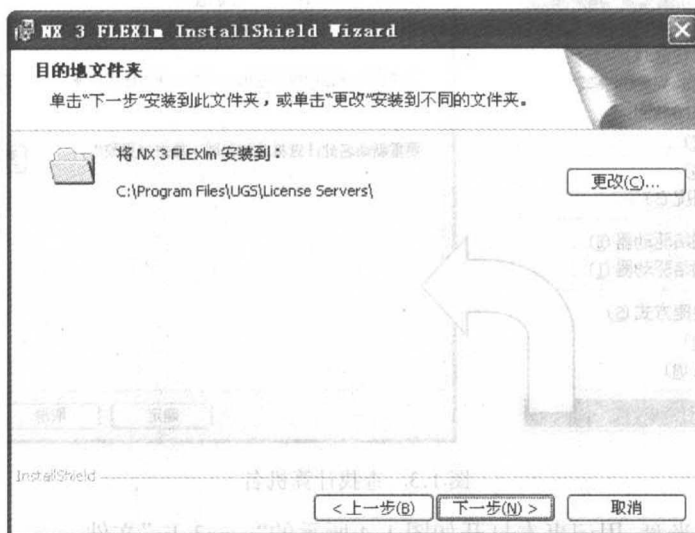
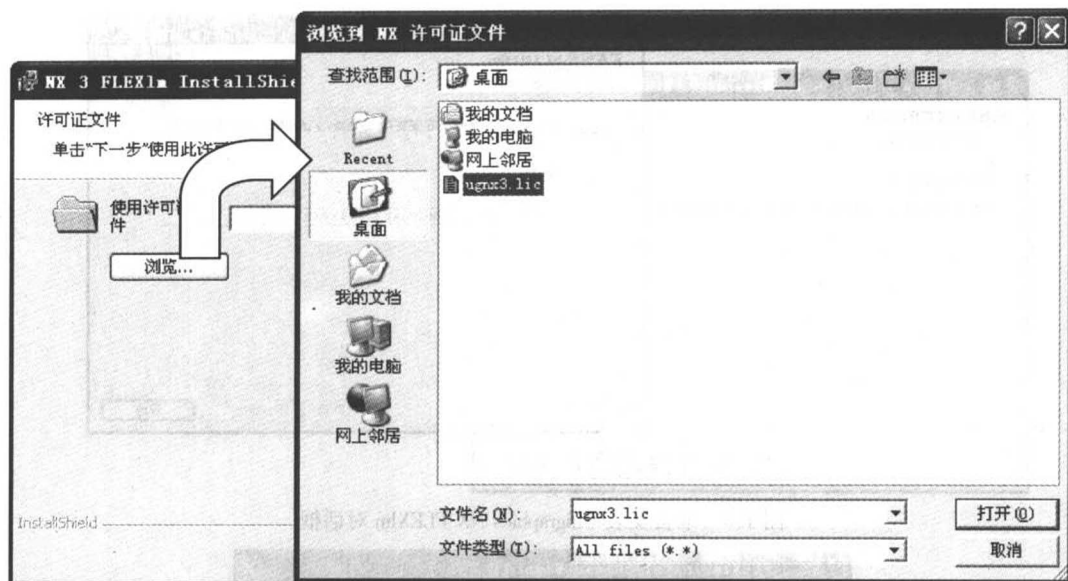
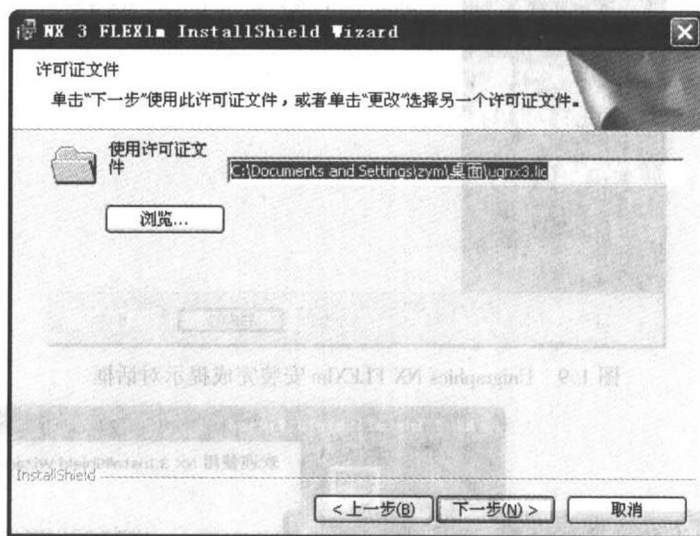
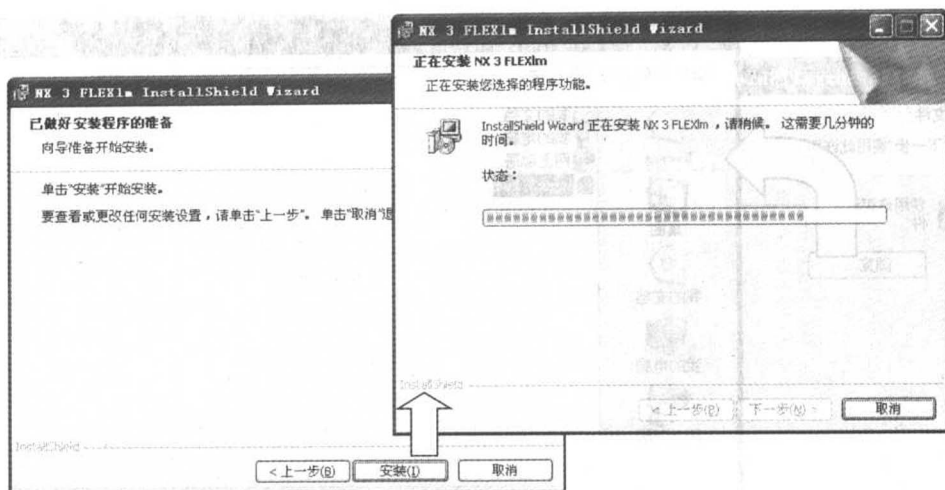

图 1.5 “NX 3 FLEXlm InstallShield Wizard”对话框
图 1.6 查找 NX 许可证文件
图 1.7 设置许可证文件为“ugnx3.lic”
图 1.8 准备安装 Unigraphics NX FLEXlm 对话框
(1) 进入 FLEXlm 的安装目录,根据安装版本的不同,该目录的名称可能略有不同,例如本例中 FLEXlm 的安装目录名称为“nxflexlm030”。运行“setup.exe”文件,在打开的“选择安装程序的语言”对话框中选择“中文(简体)”选项并单击“确定”按钮,打开安装界面。
(2) 单击“下一步”按钮,打开如图 1.5 所示的“NX 3 FLEXlm InstallShield Wizard”对话框。
(3) 在该对话框中单击“更改(C)”按钮,在打开的设置安装路径对话框中设置 Unigraphics NX FLEXlm 的安装路径。
(4) 单击“确定”按钮,返回如图 1.5 所示的“NX 3 FLEXlm InstallShield Wizard”对话框。
(5) 在图 1.5 所示的对话框中单击“下一步”按钮,打开如图 1.6 左图所示的对话框,单击“浏览”按钮,打开如图 1.6 右图所示的“浏览到 NX 许可证文件”对话框。
(6) 在图 1.6 右图所示的对话框中找到在前面修改并保存的“ugnx3.lic”文件,单击“打开”按钮,返回到如图 1.7 所示的对话框。
(7) 在图 1.7 所示的对话框中单击“下一步”按钮,打开如图 1.8 左图所示的对话框,单击
“安装”按钮,系统将开始自动安装 Unigraphics NX FLEXlm 文件,如图 1.8 右图所示。